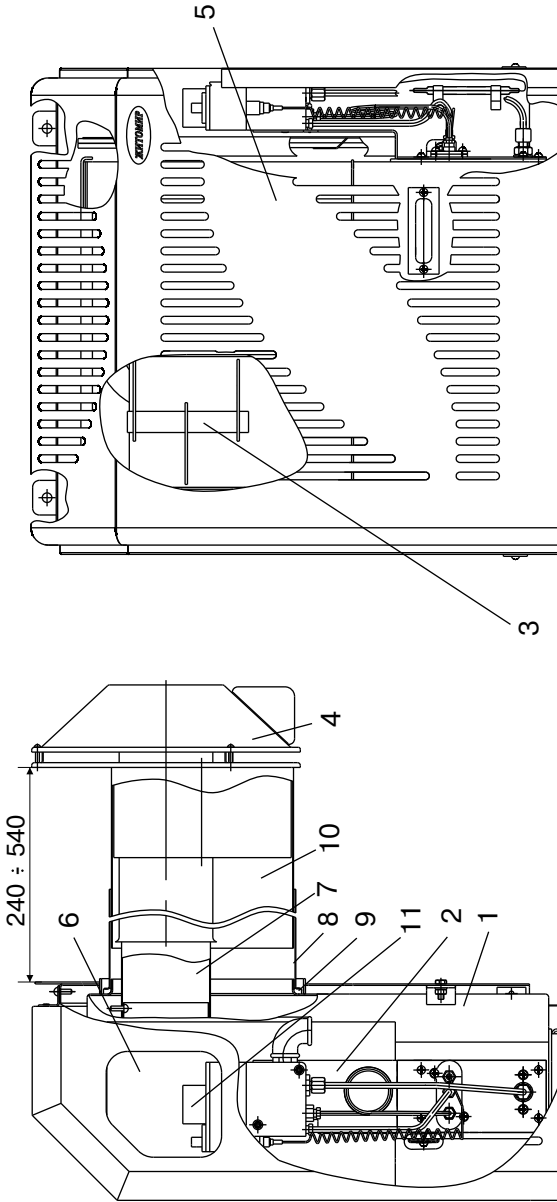

Рис. 1. Будова конвектора
5.1. Конвектор (см рис.1) складається з таких основних частин: корпус із герметичною камерою згорання, димо-повітряного блоку(димаря), пристрою газопальника, кришки, що закриває верхній отвір облицювального кожуха. Для забезпечення герметичності топки конвектора між корпусом і димарем, пристроєм газопальника, кришками встановлені прокладки з базальтового картону.
6.4. Установка конвектора повинна виконуватися відповідно до вимог ДБН В. 2.5-20, приведеним в п. 4.6. в такій послідовності:(див. рис. 1,2)